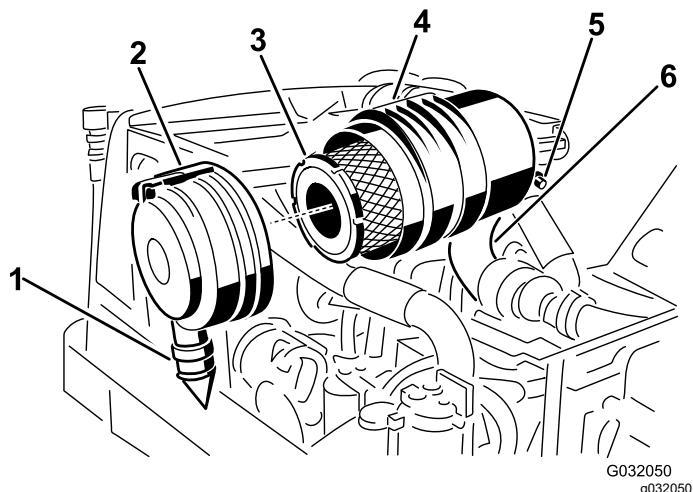

Figura 46
- Retire o filtro principal (Figura 46).
entre cerca das 5h00 a 7h00 quando vista da extremidade, e prenda o trinco (Figura 46).
3. Substitua o filtro principal (Figura 46).